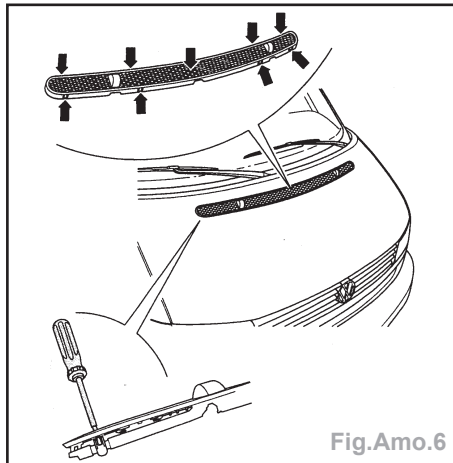

Fig.Amo.6
- Déclipeter la grille d'aération aux endroits repérés par les flèches (Fig. Amo.6).